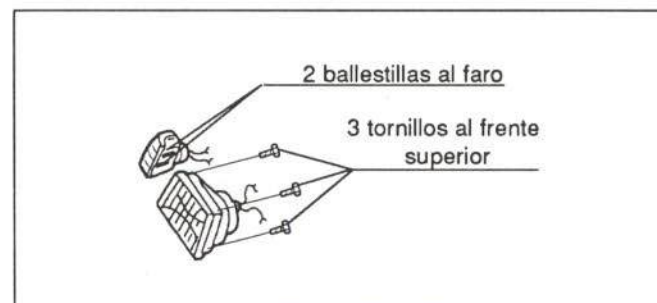

Figura 15.- Fijación del faro y piloto
- Pilotos (figura 15)
- Faros (figura 15)
Para desmontar los faros es necesario retirar anteriormente los pilotos (figura 15).